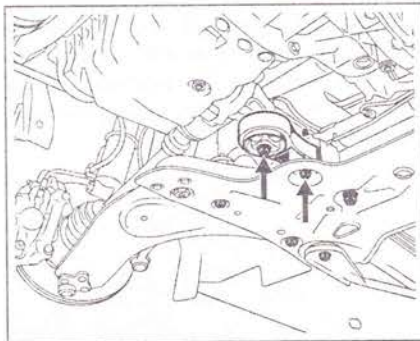

Рис. 5.23. Отсоедините реактивную тягу.
22. Отсоедините шаровую опору рычага подвески, шаровую опору наконечника рулевой тяги, открутите болты крепления амортизаторной стойки к поворотному кулаку, снимите полуось и реактивную тягу (рис. 5.23).